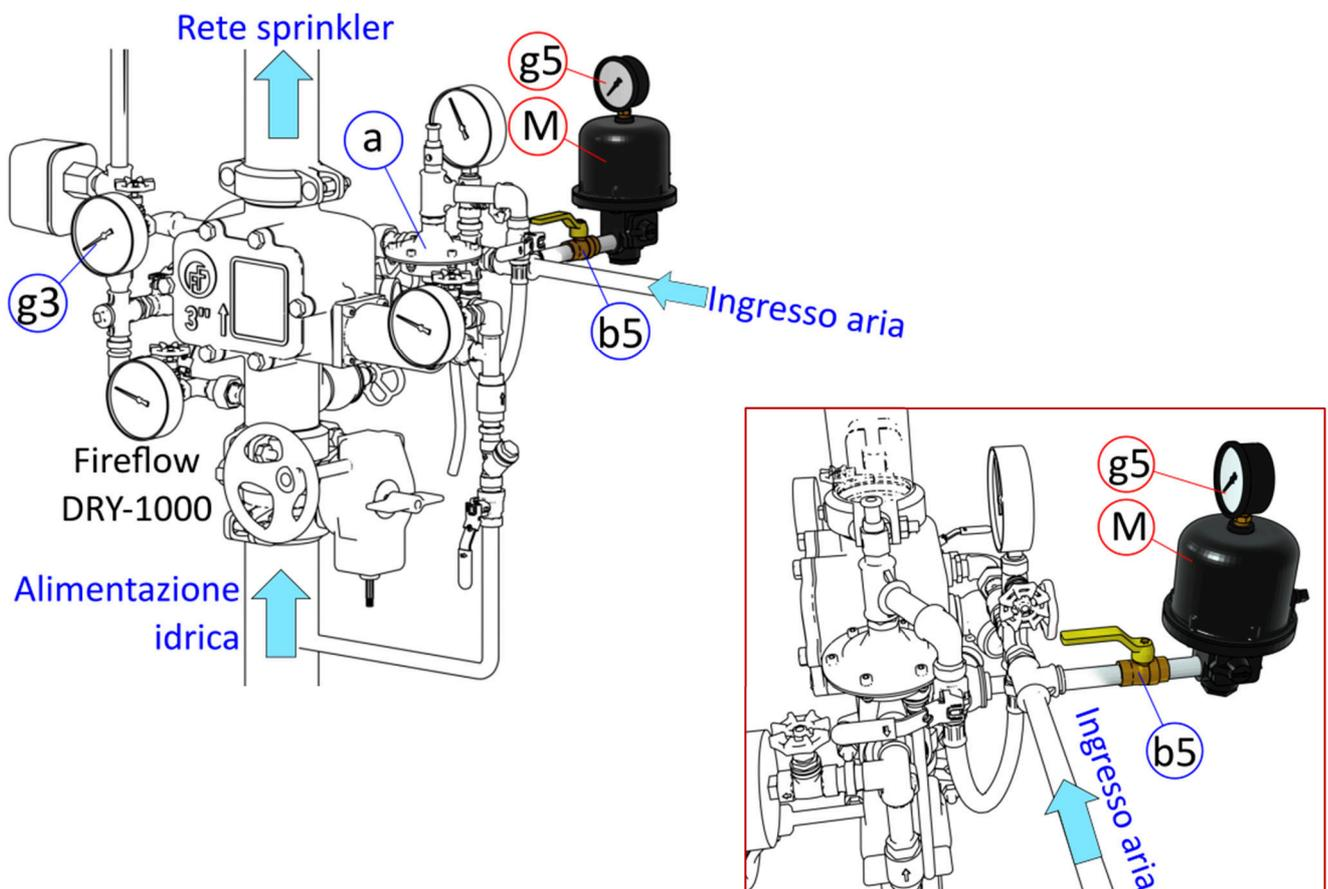

Figura 2 - Schema di installazione su Valvola di Allarme Fireflow DRY-1000 - Art.903
Figura 2 è rappresentato uno schema di installazione dell'Acceleratore (elemento **M**), per completare l'installazione occorrono anche una valvola a sfera (elemento **b5**) ed un manometro (elemento **g5** compreso nella fornitura).
Figura 2, l'acceleratore velocizza lo spurgo del lato aria, provocando lo sfogo della pressione nell'attuatore (**a**) e lo scarico del pistone della valvola. Conseguentemente, il pistone arretra provocando l'apertura dell'otturatore a clapet e l'immissione di acqua nelle tubazioni, che genera la scarica negli sprinkler aperti. Per maggiori informazioni sulla valvola a secco **Fireflow DRY-1000** vedere il documento **ST-903-01**.
1. Figura 2).
3. Figura 2). Questo passaggio serve a prevenire l'attivazione accidentale del sistema durante il ripristino dell'acceleratore.